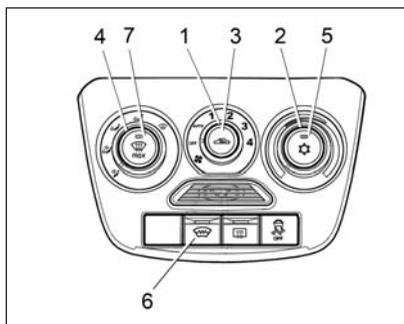

Рис. 40. Блок управления климатической системой (в варианном исполнении)
В варианном исполнении (см. рис. 40) климатическая установка имеет дополнительный режим кондиционирования, обеспечивающий охлаждение воздуха, подаваемого в салон автомобиля. При этом логика и алгоритмы управления, описанные выше для системы вентиляции и отопления, верны и для климатической установки с кондиционером.
2. Включите вентилятор, установив **рукоятку 1** (см. рис. 40) в одно из положений «1», «2», «3» или «4».
Для установки желаемой температуры воздуха в салоне поверните **рукоятку 2** (см. рис. 40) по часовой стрелке для повышения, против часовой стрелки для понижения. Температура будет поддерживаться автоматически в пределах производительности климатической установки и установленного допуска.
2. Поверните **рукоятку 2** (см. рис. 40) против часовой стрелки в левое положение до упора (синяя точка на блоке управления).
4. **Рукояткой 1** (см. рис. 40) включите максимальную скорость вентилятора климатической установки (положение «4»).
С помощью **рукоятки 2** (см. рис. 40) можно установить желаемую температуру воздуха в сало-
Для очистки ветрового и передних боковых стекол от запотевания, обмерзания или наружного обледенения в автоматическом режиме установите **рукоятку 1** управления вентилятором климатической системы в положение «АУТО», нажмите **кнопку 7** (см. рис. 40) с символом . Климатическая система автоматически:
Для включения/выключения ЭОВС нажмите **кнопку 6** (см. рис. 40), при включении загорается